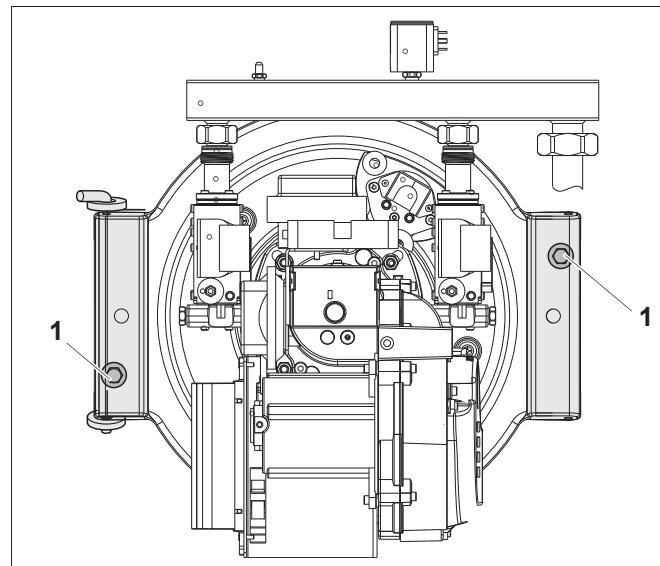

Рис. 10 Закрывание и крепление болтами дверцы горелки
- Закройте дверцу горелки и закрепите ее болтами с моментом затяжки 10–15 Нм (рис. 10, **поз. 1**).